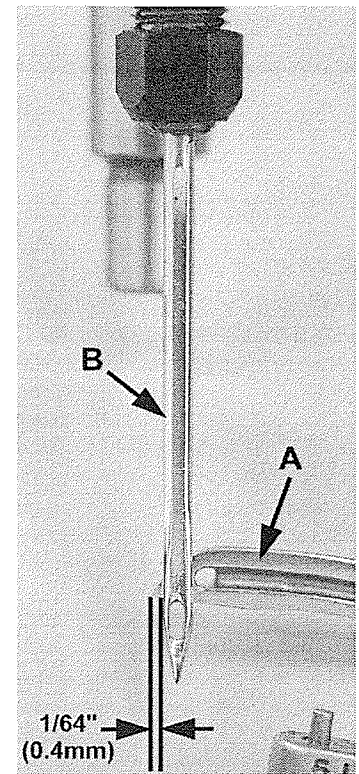
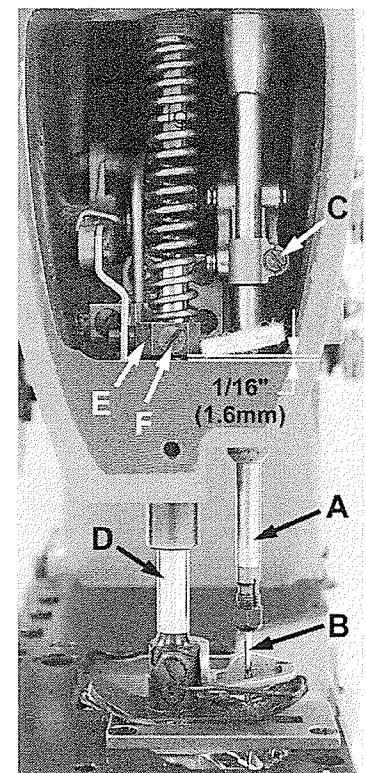

Fig 8
Fig 14
Gire el volante hasta una posición donde la punta del looper (A, Fig. 8) sobrepase 1/64 de pulgada (0.4 mm) el lado izquierdo de la aguja (B). En esta posición la parte superior del ojo de la aguja (B) deberá coincidir con el borde inferior del looper (A). Para ajustar éste, suelte el tornillo (C, Fig. 14), y mueva la barra de la aguja (B) hacia arriba o hacia abajo como sea requerido y apretando el tornillo otra vez.
La altura de la barra de la aguja (D, Fig. 14) es correctamente ajustada, si es posible de desmontar el pie prensa tela cuando la palanca del levantador del pie prensa tela, que esta ubicada en la parte trasera de la máquina y sobresale la tapa superior de la camera del eje principal esté completamente activada (halada hacia la derecha). Debería existir una distancia de aproximadamente 1/16 de pulgadas (1,6 mm) entre la superficie inferior de la conexión de la barra de la aguja y la guía (E) contra la apertura en la carcasa cuando se suelte la palanca del levantador de prensa tela y el prensa tela reposa planamente en la placa de la aguja con los dientes de arrastre en su posición inferior.
Ajuste el tornillo (A, Fig. 14), que regula la presión del resorte de tal manera que se ejerza suficiente presión al pie prensa tela para que se alimente la tela/papel uniformemente mientras se impone una suave tensión al material. Girando en sentido de reloj aumenta la presión, contra el reloj actúa al revés.
| El lazo del hilo de la aguja es demasiado pequeño.                              | Posición del guía hilo (D, Fig. 14) demasiado bajo.                                                                                                  | Suba el guía hilo un poco.                                                                                      |